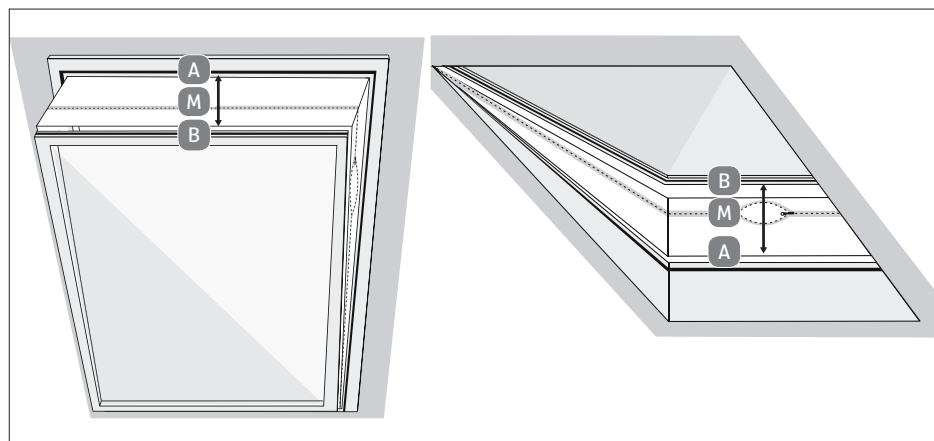

Fig. 14 – Montaggio con lucernari
- ▶ Allentare il dado ad alette in modo da lasciare dello spazio libero tra la parte A del kit per finestra e il cursore. **(vedi fig.14, passaggio I).**
- ▶ Inserire l'una nell'altra le due parti A e B del kit per finestra, facendo innestare il cursore nella scanalatura della parte B del kit per finestra. Regolare il kit per finestra alla misura desiderata avvicinando o allontanando tra loro le parti del kit, quindi serrare nuovamente il dado ad alette. **(vedi fig.14, passaggio II).**